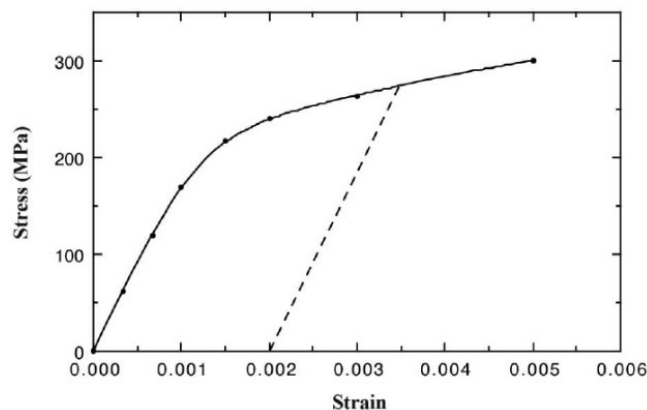

Figura 2.
- c) A linha tracejada na Figura 2 indicia uma tensão de escoamento de aproximadamente **280 MPa** para um *offset* de deformação de 0,002. (0,4 pontos)